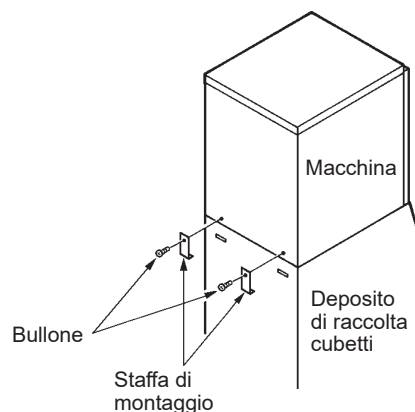

Fig. 6
6) Fissare la macchina al deposito di raccolta cubetti, servendosi delle due staffe di montaggio e dei due bulloni in dotazione. Vedi Fig. 6.